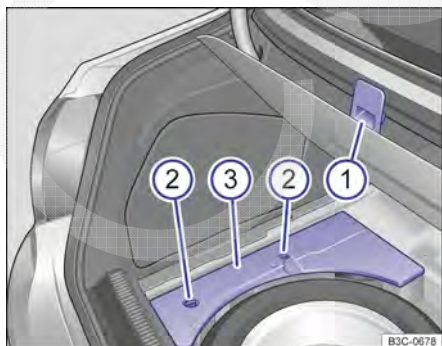

Fig. 198 No compartimento de bagagem, sob o revestimento do assoalho preso ①: roda sobressalente e cobertura ③ das ferramentas de bordo.
Em uma peça de espuma sob o revestimento do assoalho:	– Prender o revestimento do assoalho na borda superior do compartimento de bagagem → Fig. 198 ①. – Girar o fecho rápido ② em 90° para retirar a cobertura ③ das ferramentas de bordo.